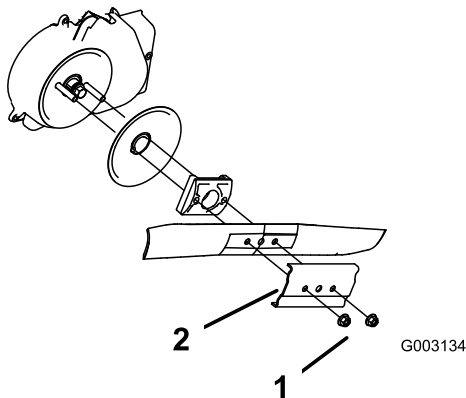

Figura 34
3. Retire las 2 tuercas de la cuchilla y el refuerzo (Figura 34).
4. Retire la cuchilla (Figura 34).
5. Instale la cuchilla nueva (Figura 34).